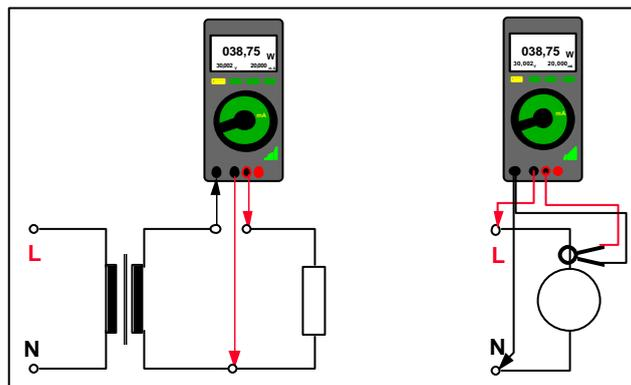

Bild 2: Wirkleistungsmessung von Milliwatt bis Kilowatt, Strom und Spannung werden simultan angezeigt und im integrierten Speicher registriert
Neben den genannten Multimeter- und Datenloggerfunktionen bietet das Gerät eine große Anzahl von Meß- und Registrierfunktionen im Bereich der einphasigen Leistungsmessung. Während viele Leistungsmesser bei der Messung von Leistungen im Bereich weniger Watt überfordert sind, ermöglicht es präzise Leistungsmessungen von Milliwatt bis Kilowatt (Bild 2). Die Messungen können in einphasigen Wechsel- und Gleichstromkreisen durchgeführt werden. Die Messergebnisse werden als Wirkleistung, Scheinleistung, Blindleistung und Leistungsfaktor angezeigt. Dabei ist die Dreifachanzeige von Nutzen, denn sie ermöglicht eine übersichtliche Anzeige mehrerer Meßwerte.
- Analog, einphasig (wie in Bild 2 und 3), über einen Zangenstromwandler und den Spannungspfad. Die Leistungsmittelwerte werden über den internen Integrator während einer Viertelstunde (die Periode ist frei wählbar) integriert und im internen Speicher abgelegt